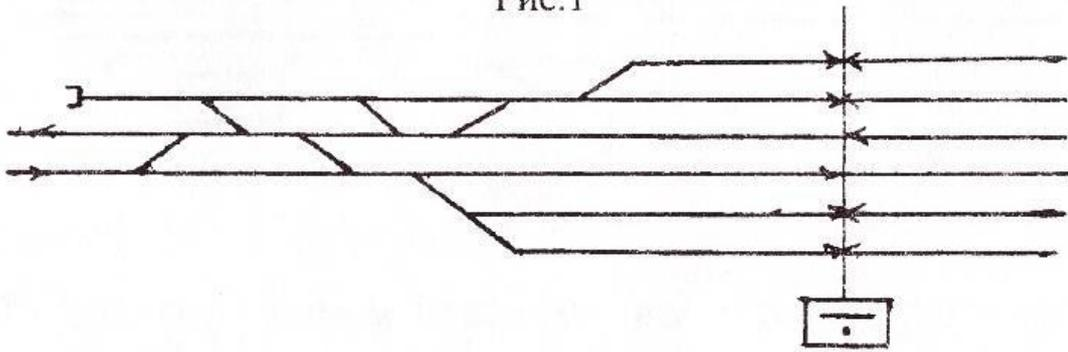

Рис.2
2. На схематическом плане четной горловины станции (рис.2) пронумеруйте пути и стрелки, произведите расстановку изолирующих стыков, входных, выходных и маневровых светофоров. Составьте таблицу маневровых маршрутов.